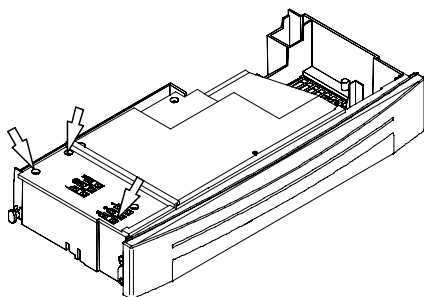

Figura 5.20
- Svitare le viti e rimuovere il coperchio copri morsetteria Figura 5.20.